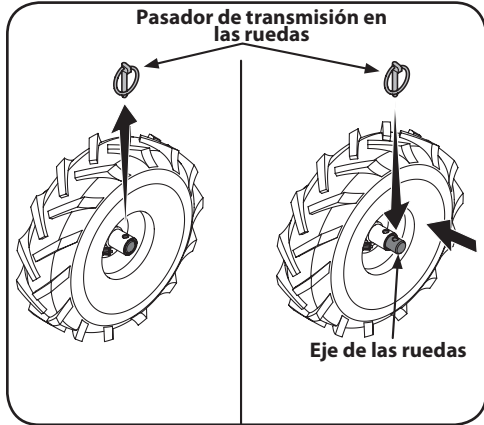

Figura 3-5
2. Retire el pasador de transmisión de la rueda del cubo de la rueda y eje de la rueda. Vea la Figura 3-5.
3. Deslice la rueda totalmente hacia adentro en el eje de la rueda. Reinstale el pasador de transmisión en las ruedas a través del eje de la rueda únicamente (no a través del cubo de la rueda). Vea Figura 3-5. Ahora, la rueda debe girar libremente (ruedas libres) sobre el eje de la rueda. Repita el procedimiento con la otra rueda.